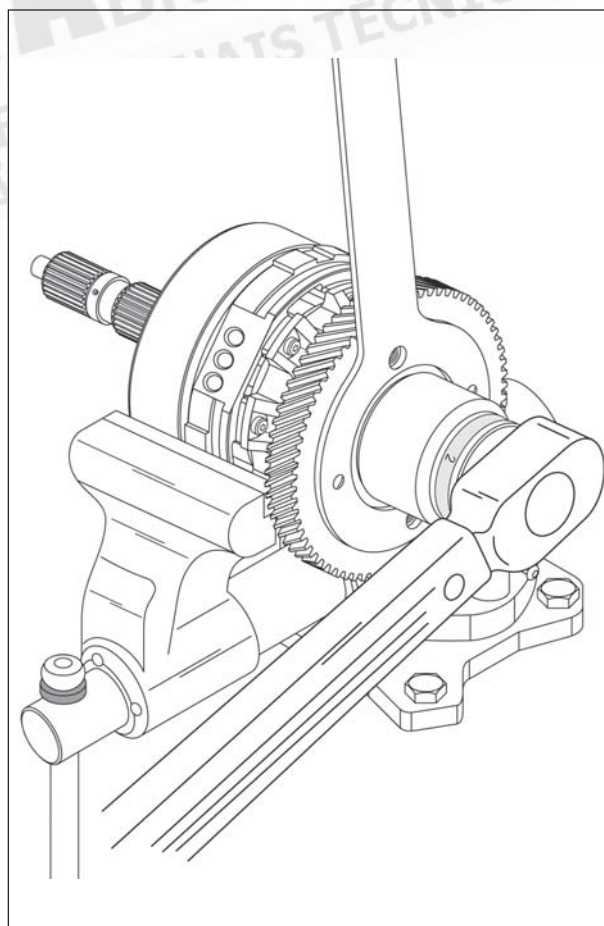

Figura 160
12. Podemos instalar o conjunto para montagem em uma morsa apropriada, conforme indicado pela figura 160, para tornar o processo menos difícil.